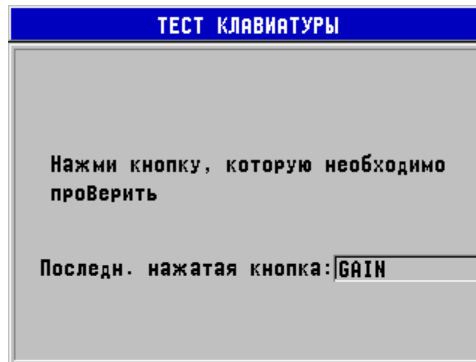

Рис. 12-2 Экран **ТЕСТ КЛАВИАТУРЫ**
4. При выборе **ТЕСТ КЛАВИАТУРЫ**, в окне **ТЕСТ КЛАВИАТУРЫ** (см. Рис. 12-2 на стр. 214):